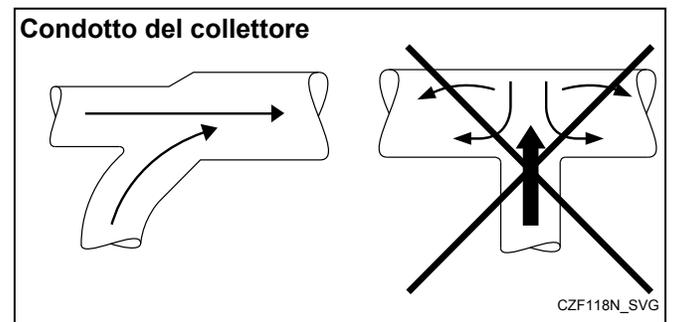

Figura 14
- Il condotto del collettore deve essere conico, fare riferimento a *Figura 14*. Il singolo condotto del mangano deve entrare nel condotto del collettore con un angolo 45° nella direzione del flusso di aria.
**NOTA:** Non collegare mai il condotto del mangano a un condotto del collettore con un angolo di 90°. Fare riferimento a *Figura 14*. In caso contrario, viene generata pressione posteriore eccessiva, che si traduce in una prestazione scarsa. Non collegare due condotti di scarico del mangano passando direttamente da uno all'altro in corrispondenza del punto di ingresso del condotto del collettore.